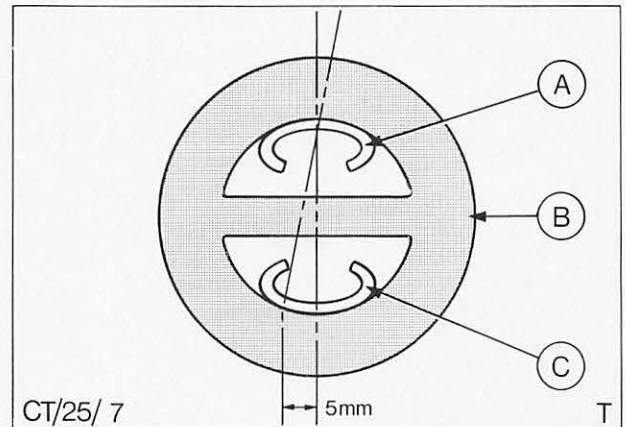

Abb. 21 A = Auspuffhalter an Bodengruppe
12. Auspuffanlage ausrichten. Darauf achten, daß die Gummi-Stegschlaufen nicht verspannt sind, Abb. 21, und daß die Anlage an keiner Stelle die Bodengruppe bzw. Hinterachse berührt. Außerdem auf richtigen Sitz der Vorderrohre an den Auspuffkrümmern achten.
9. Auspuffanlage ausrichten. Darauf achten, daß die Gummi-Stegschlaufen nicht verspannt sind, Abb. 21. Zwischen der Anlage und Bodengruppe bzw. Hinterachse genügend Abstand halten. Außerdem auf richtigen Sitz der Vorderrohre an den Auspuffkrümmern achten.